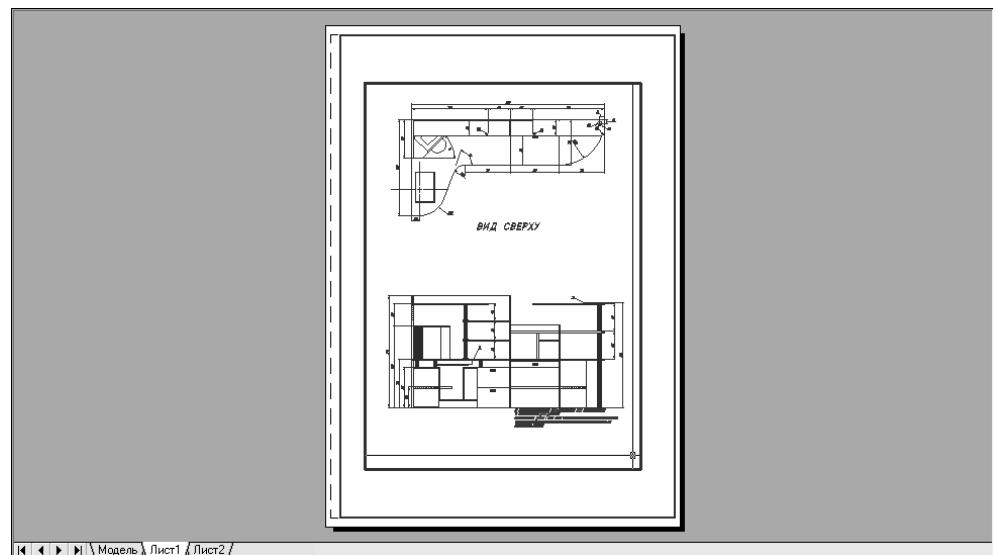

Рис. 13.11 ▼ Лист компоновки в режиме **МОДЕЛЬ** (MODEL) после удаления элементов оформления из пространства модели
6. Удалите на исходном чертеже, который стал доступным «сквозь» видовой экран, рамку, основную надпись и прямоугольник, который обозначал границу печатного листа. Результат должен быть таким, как показано на рис. 13.11.